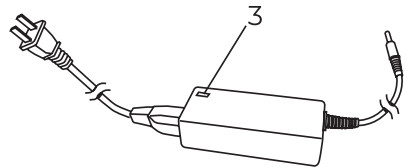

Fig. 7c
- Wanneer het controlelampje(3) op de oplader van rood naar groen verandert (zie fig. 7c), stop dan niet onmiddellijk met opladen. Blijf de batterij nog 0,5 uur opladen.